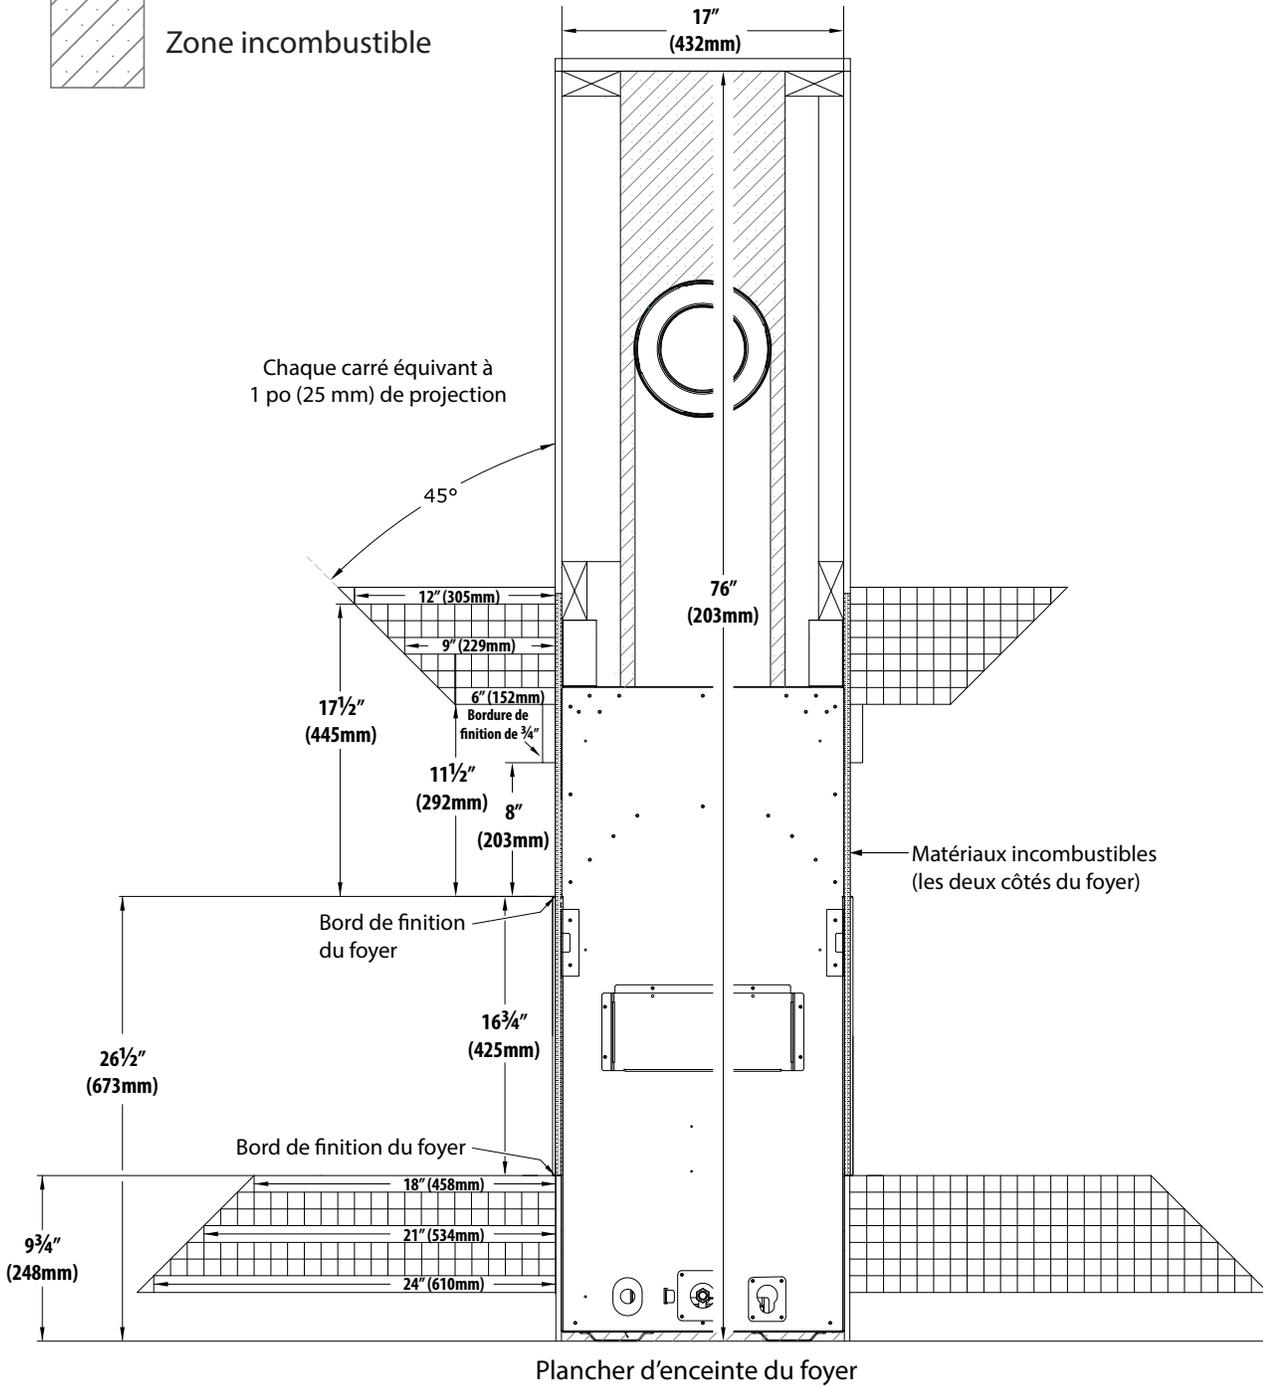

FIGURE 4.1 Exigences du manteau combustible pour installations standard
- **Profondeur du manteau combustible :** Comme la Figure 4.1 (page 35) l'indique, la bordure de finition de 3/4 po (19 mm) peut commencer à 8 po (203 mm) au-dessus du bord de finition du foyer avec un manteau de 6 po (152 mm) commençant à 11-1/2 po (292 mm) au-dessus du bord de finition. La profondeur du manteau peut augmenter de 1 po (25 mm) pour chaque 1 po (25 mm) de hauteur additionnelle, à partir d'un manteau de 6 po (152 mm).
- **Extension d'âtre en matériau combustible :** Tel qu'indiqué à la Figure 4.1 (page 34), le bas du bord de finition peut arriver à égalité avec le dessus de l'extension d'âtre, si vous n'utilisez aucun contour optionnel. Si vous installez un contour optionnel, voir la Section 4.4 Directives de finition pour les contours optionnels (page 42).